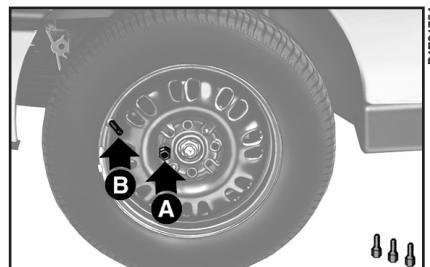

рис. 6
9) Вверните один из болтов **A** (рис. 6) в отверстие, расположенное напротив золотника **B**.